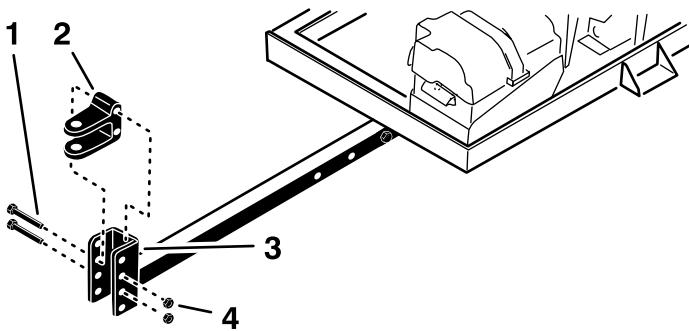

Figura 5
- Retire los 2 pernos y las 2 contratuerzas que fijan la horquilla del enganche (Figura 5) al tubo de enganche.
5. Monte las horquillas de enganche en el tubo de enganche con los 2 pernos y 2 contratuerca (Figura 5).